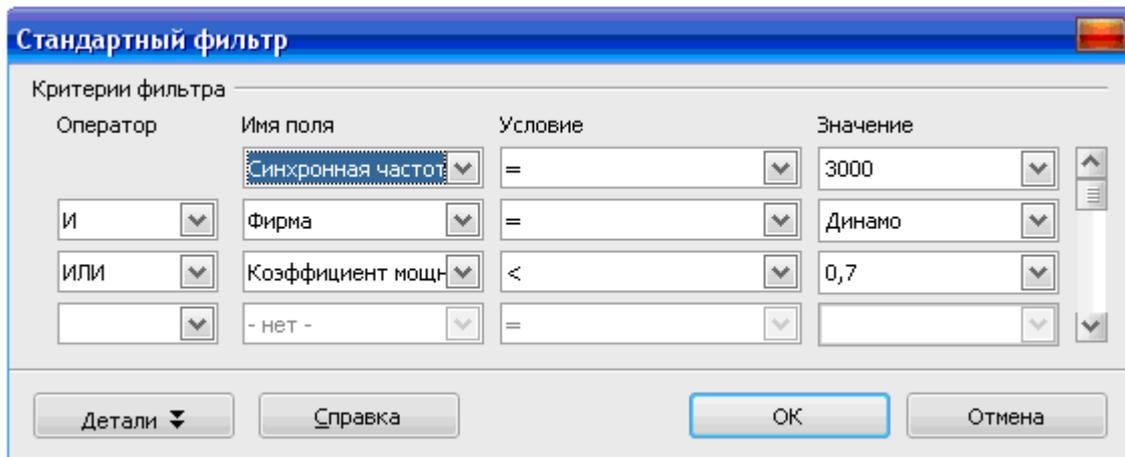

Рис. 7.8. Фильтрация данных со сложным условием
3. В открывшемся диалоговом окне (рис. 7.8) задать условие: